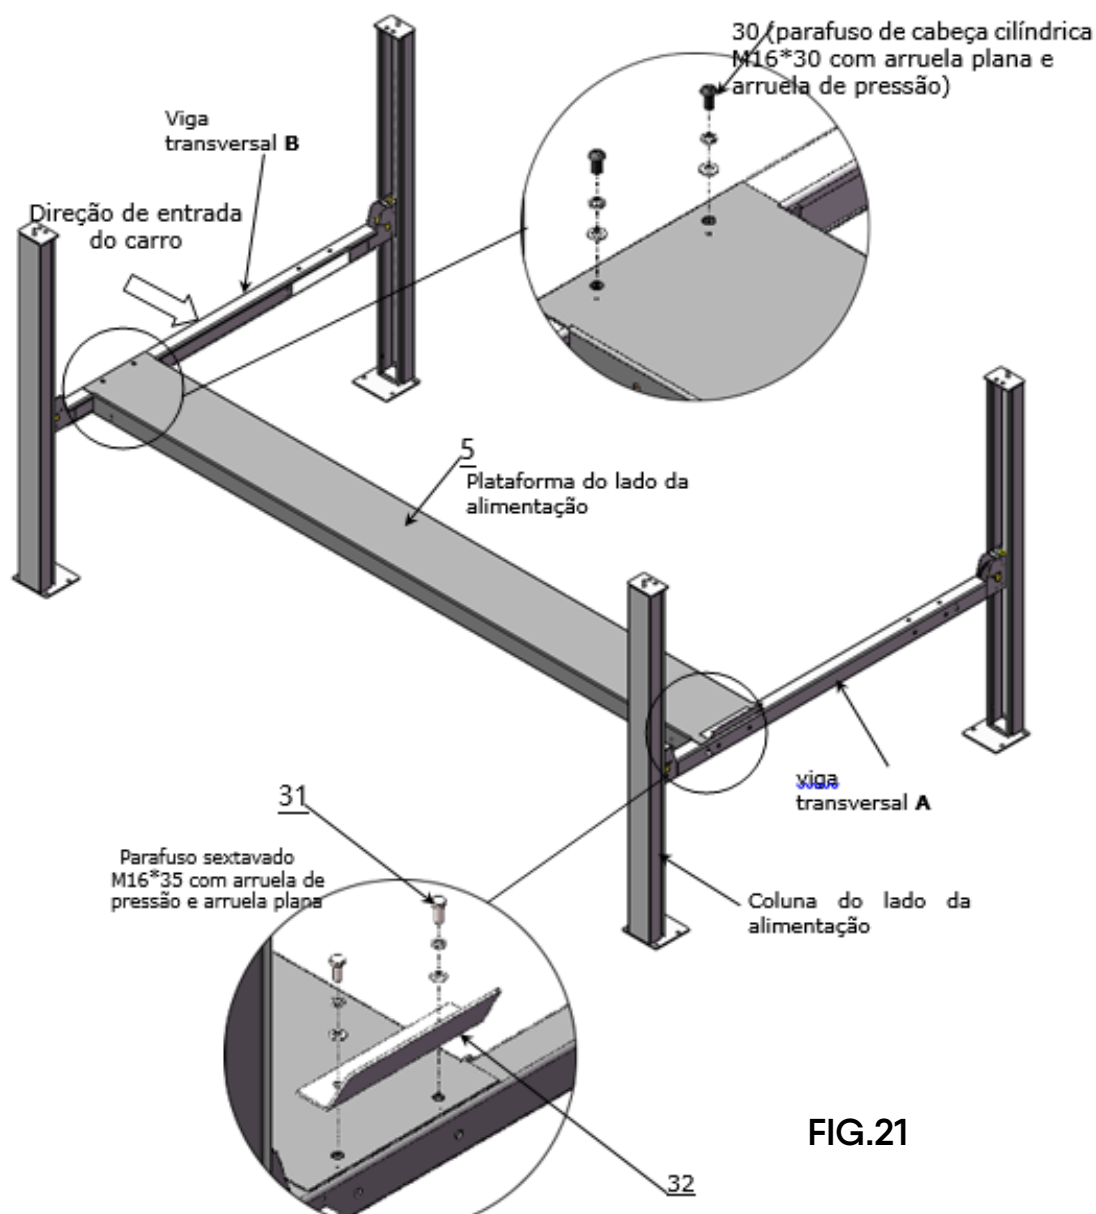

FIG.21
2. Instale os parafusos de conexão do batente do pneu e das plataformas: Aperte a viga transversal B e a plataforma com os parafusos de cabeça redonda, aperte a viga transversal A, a plataforma e a placa do batente do pneu com os parafusos sextavados. (Observação: A placa de batente do pneu deve ser instalada na direção dianteira. Os parafusos sextavados são usados para a placa de batente do pneu e os parafusos com soquete de cabeça redonda são para o outro lado), consulte a Fig. 21